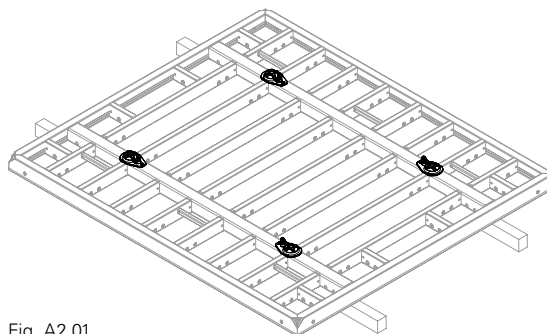

Fig. A2.01
1. Placer un écrou articulé à chaque point d'ancrage, voir le chapitre A5. (Fig. A2.01)